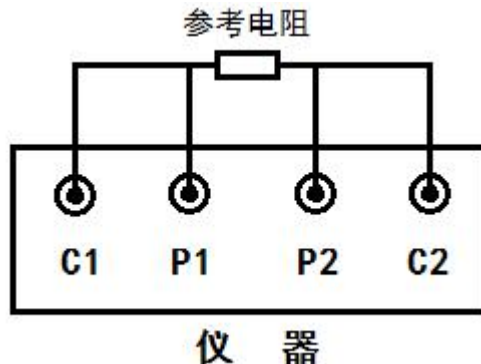

图 13 仪器自检接线图
1、测试时屏幕显示“请关机重启”、“188”、“218”等，应立即关掉电源，按图 13 接线测量仪器自带的参考电阻，将电流设为 1A。如果测量结果为  $2\Omega$  左右证明仪器无任何问题，如果仍显示“请关机重启”，则证明仪器有问题，必须返厂维修！